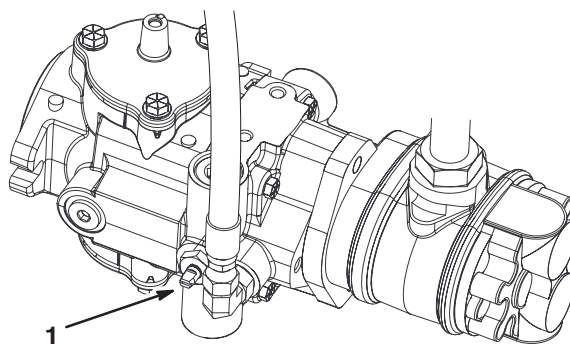

Figure 31
1. Trouvez la vanne de dérivation sur la pompe et tournez-la pour que la fente soit verticale (Fig. 31).
2. Avant de mettre le moteur en marche, tournez la vanne de dérivation pour la fermer (fente horizontale) (Fig. 31). Ne mettez pas le moteur en marche quand la vanne est ouverte.